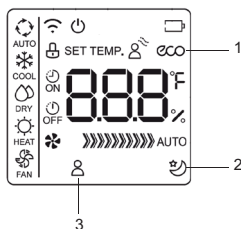

fig. 6 -
- Funcionamiento "ECO"** (part. 1 "fig. 6 -") (la pantalla de la unidad de interior lee "E - C - OR" con las letras que aparecen uno tras otro, seguido de una indicación de la temperatura fijada). La función de "ahorro de energía" se activa exclusivamente en un funcionamiento fresco, pulsando el botón "ECO". Si la temperatura del punto de ajuste es inferior a 24 ° C, de activar el modo "ECO" el punto de ajuste de temperatura se cambia automáticamente a 24 ° C y la velocidad del flujo del ventilador a "Auto" para ahorrar energía. Si la temperatura del punto de consigna es mayor que 24 ° C, de activar el modo "ECO" el punto de referencia de temperatura no se cambia y la velocidad del ventilador se desplaza a "Auto". Para salir del modo de funcionamiento "ECO", pulse el botón "ECO", o seleccionar otro modo de funcionamiento, o disminuir el punto de consigna de la temperatura a un valor inferior a 24 ° C.
- Funcionamiento SLEEP** (n.º 2-"fig. 6 -"). Mantenga pulsado el botón "ECO" durante 2 segundos para activar el modo "SLEEP" de la máquina, indicado por el símbolo correspondiente en la pantalla. La temperatura de referencia aumenta (funcionamiento en modo frío «COOL») o disminuye (funcionamiento en modo calor «HEAT») 1 ° C a intervalos preestablecidos hasta un máximo de 2 ° C. La función SLEEP termina automáticamente después de 8 horas y la unidad continúa funcionando mientras se mantiene el último punto de ajuste. La función no está disponible en el modo de funcionamiento "FAN" (ventilación) y "DRY" (deshumidificación)